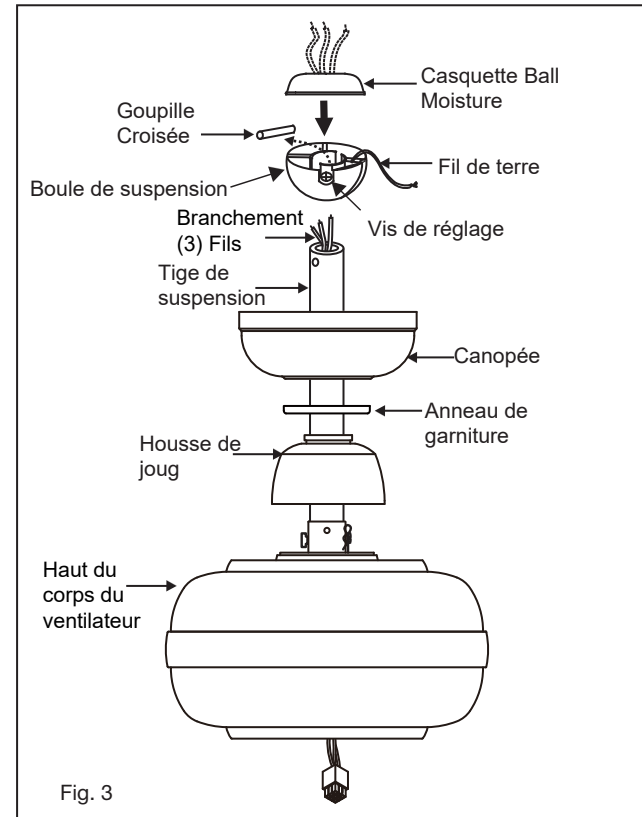

Fig. 3
- 6 Glissez le couvercle de l'étrier, l'anneau de garniture et la verrière sur la tige de suspension. (Fig.3)
- 8 Faites passer les fils à travers les trous du capuchon d'humidité de la bille en caoutchouc et faites glisser le capuchon sur le dessus de la bille. (Fig.3)
Connexions électriques du moteur au récepteur: (Fig. 3) Connectez le fil noir du ventilateur au fil noir marqué "TO MOTOR L" sur le récepteur. Connectez le fil blanc du ventilateur au fil blanc marqué "TO MOTOR N" sur le récepteur. Connectez le fil bleu du ventilateur au fil bleu marqué "FOR LIGHT" sur le récepteur. Fixez toutes les connexions des fils avec les écrous en plastique fournis.
Connexions électriques du récepteur aux fils d'alimentation de la maison: (Fig. 3) Connectez le fil noir (chaud) du plafond au fil noir marqué «AC in L» du récepteur. Connectez le fil blanc (neutre) du plafond au fil blanc marqué "AC in N" du récepteur. Fixez les connexions des fils avec les écrous en plastique fournis.
Si votre boîtier de sortie a un fil de terre (vert ou cuivre nu), connectez-le aux fils de terre du ventilateur; sinon, connectez le fil de terre du support de suspension au support de montage. Fixez la connexion du fil avec un écrou en plastique fourni. Après avoir connecté les fils, écartez-les de sorte que les fils vert et blanc soient d'un côté de la boîte de sortie et les fils noir et bleu de l'autre côté. Rentrez soigneusement les connexions des fils dans la boîte de sortie. (Fig.3)
Un flux d'air VERS LE BAS crée un effet de refroidissement comme illustré à la figure 3. Cela vous permet de régler votre climatiseur sur un réglage plus chaud sans affecter votre confort.